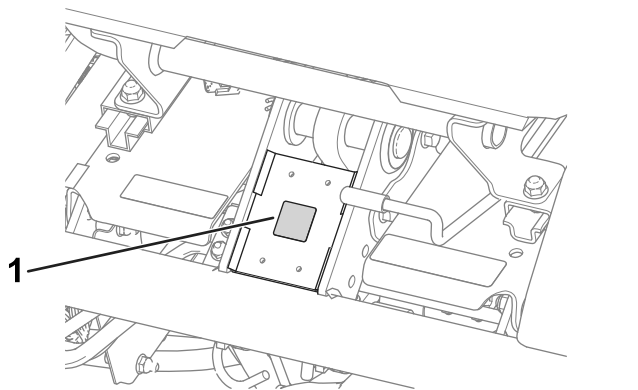

Figura 16
- Aplique la pegatina con marca CE al bastidor debajo de la parte delantera del asiento (Figura 16).